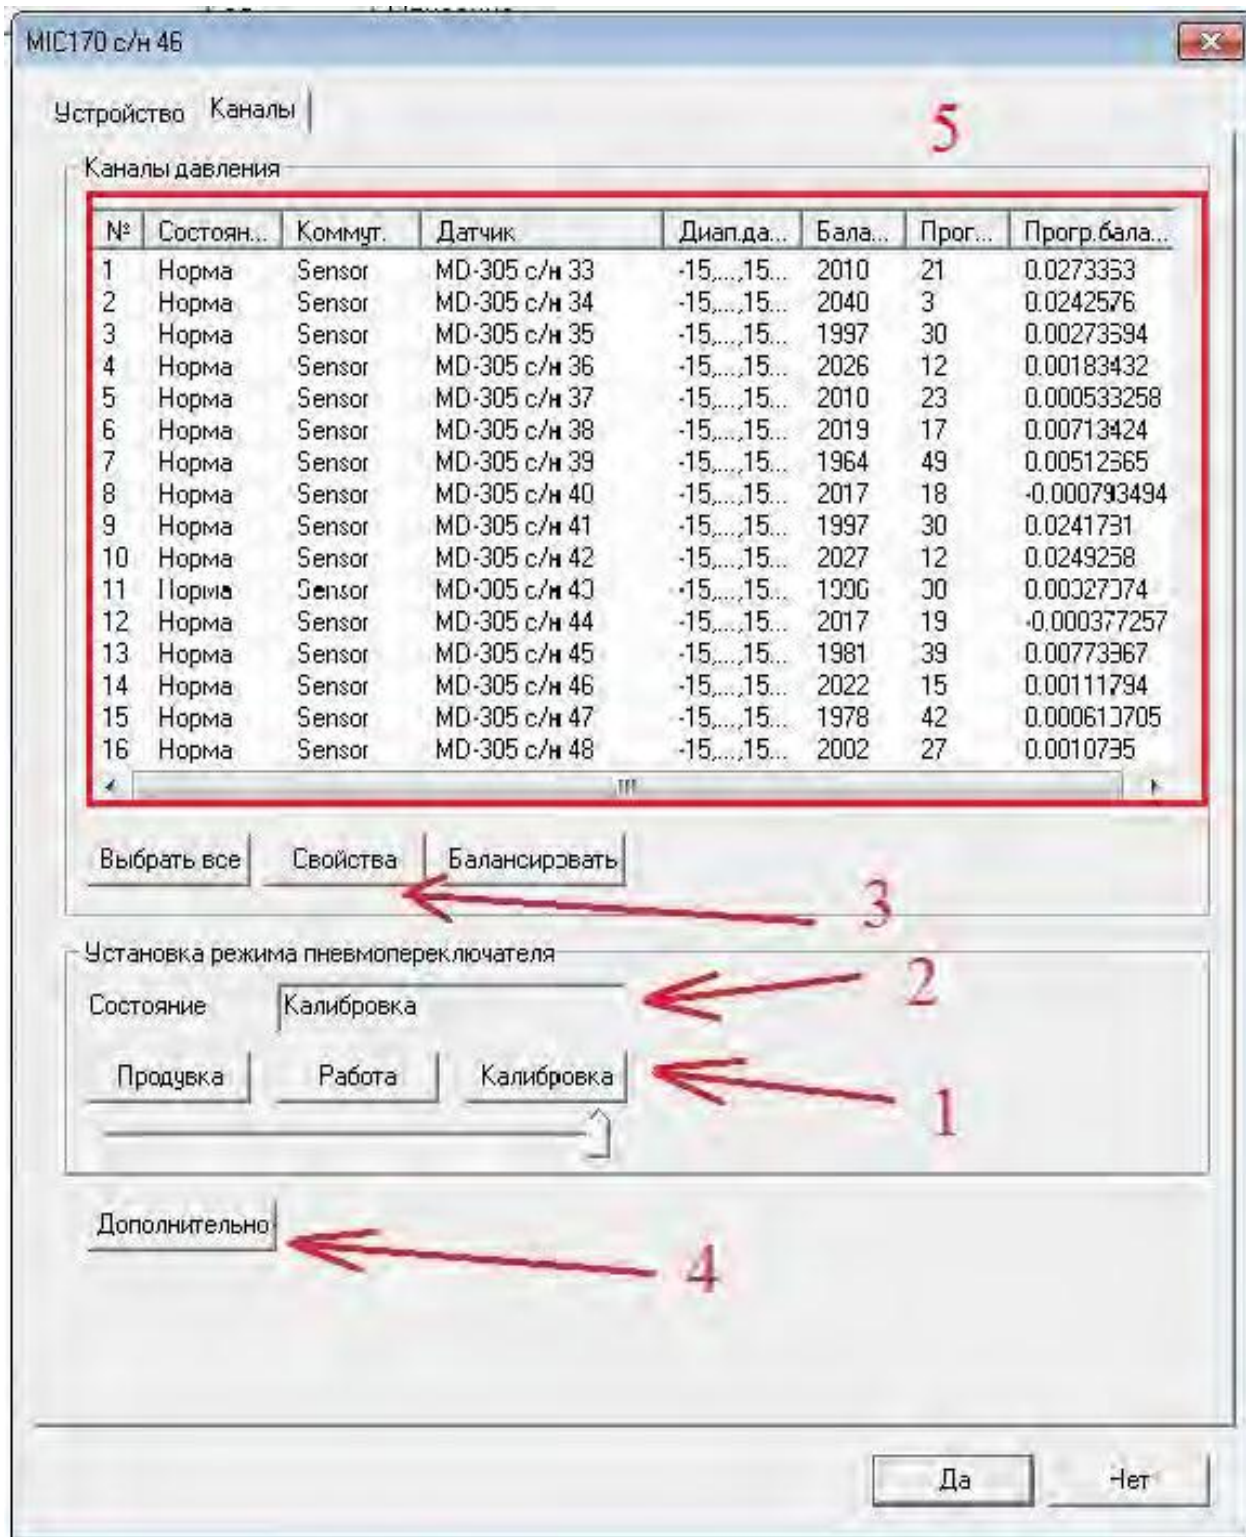

Рисунок 24 - Окно настройки аппаратной части
2.3.1.4 После проведения вышеназванных действий откроется окно настройки аппаратной части «МІС-170 с/н п» (5, рисунок 24).
- состояние всех измерительных каналов МІС-170 (см. поз. 5, рисунок 24);
- возможность выбора режима работы – «Продувка», «Работа» и «Калибровка» (см. поз. 1, рисунок 24). При выборе одного из режимов «Калибровка»/«Работа»/«Продувка» МІС-170 совершает внутреннее механическое подключение каналов (см. рисунок 7, 8, 9 настоящего Руководства по эксплуатации);
- текущее состояние режима работы МІС-170 (см. поз. 2, рисунок 24);
- возможность перехода в меню настроек каналов – кнопка «Свойства» (см. поз. 3, рисунок 24);
- возможность перехода в меню настройки прибора – кнопка «Дополнительно» (см. поз. 4, рисунок 24);
Для настройки канала (или каналов), необходимо выделить соответствующие имена каналов в области «Каналы давления» (см. поз. 5, рисунок 24) и нажать кнопку «Свойства» (см. поз. 3, рисунок 24). В результате откроется меню настройки каналов, показанное на рисунке 25.
Для настройки работы изделия необходимо нажать кнопку «Дополнительно» (см. поз. 4, рисунок 24). После этого откроется окно настройки МІС-170, показанное на рисунке 26.